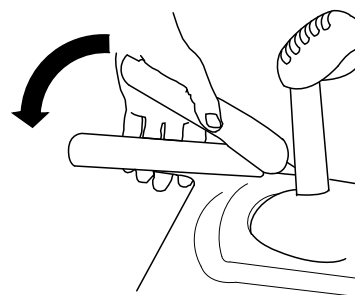

Figura 22
1. Pentru a cupla unitatea de tracțiune, apăsați maneta din stânga (maneta de tracțiune) către mâner (Figura 22).